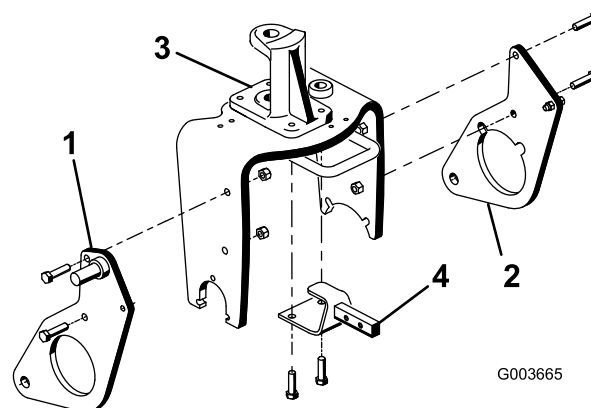

Figura 6
1. Monte, sem apertar, a placa do arado direita ao lado direito do garfo da roda com 2 parafusos (1/2 x 2 polegadas) e porcas de bloqueio como indicado em Figura 6. Não aperte os dispositivos de fixação.
2. Repita o procedimento com a placa do arado do lado esquerdo (Figura 6).
4. Remova e deite fora os 2 parafusos que seguram a frente da articulação da direcção à parte de cima do garfo da roda (Figura 6).
5. Usando os orifícios de montagem do garfo da roda e da articulação da direcção, monte o suporte de engate do chassis à parte de baixo do garfo da roda com 2 parafusos (1/2 x 1-3/4 polegadas) (Figura 6). Pode ser necessário esvaziar parcialmente o pneu para obter acesso.